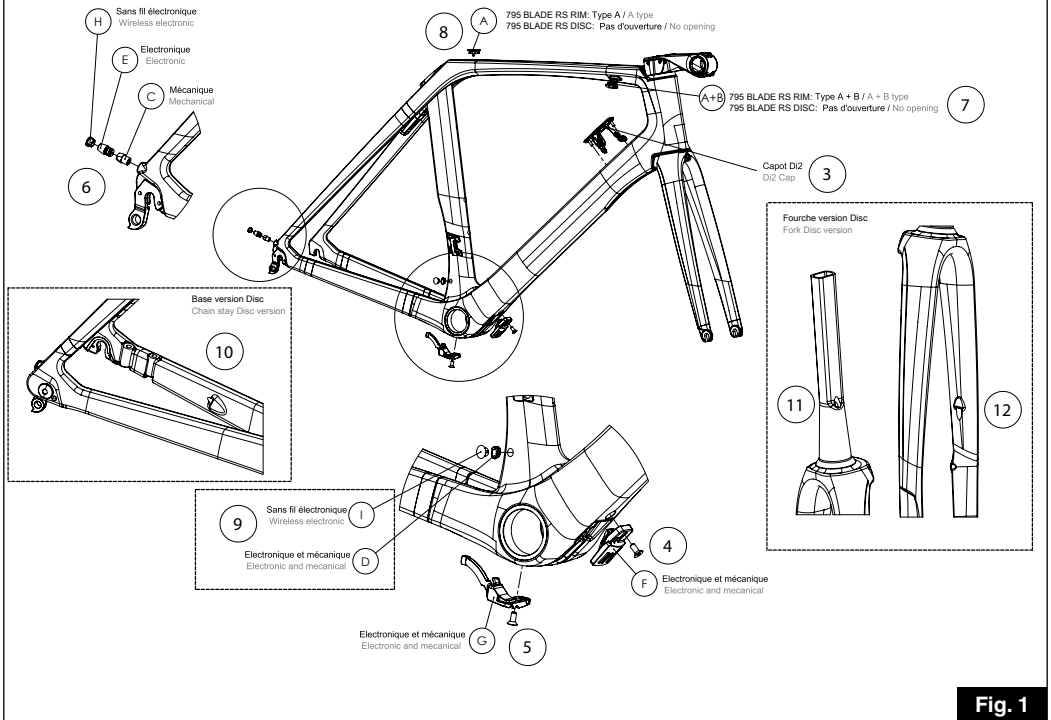

Fig. 1
2 / Tome dos vainas de desviador de 110 cm de longitud, pase una por la entrada 2 (fig. 2) y la otra, por la entrada 1 (fig. 2). Saque las vainas por la abertura 4 (fig. 1), sitúe en el extremo de cada vaina en el lado de la caja de pedalier una contera de vaina.
3 / Tome dos vainas de desviador de 110 cm de longitud. Pase la vaina de desviador delantero por la entrada 2 (Fig. 2) y la vaina de desviador trasera por la entrada 1 (Fig. 2). Pase las vainas por la placa de soporte en función de su configuración (Fig. 3-4-5-6). Saque las vainas por la abertura 4 (Fig. 1). Pase las dos vainas de espuma (tubo largo de espuma) por encima de las vainas de desviador por la salida 4, a unos 7 cm de su extremo inferior y ponga cinta adhesiva.
7 / Si enruta su bicicleta en versión hidráulica, pase el latiguillo de freno delantero por la abertura 2 (Fig.2) y después por la entrada 11 (Fig.1) y finalmente, sáquele al nivel de la patilla 12 (Fig.1). Si el estribo de freno está previamente enrutado con su latiguillo, páselo por el orificio al nivel de la patilla 12 (Fig.1) y sáquele por la abertura del pivote de la horquilla 11 (Fig.1). Después, páselo por la entrada 2 (Fig.2). Importante: antes de las etapas siguientes, deberá montar el manillar ADH2 (aconsejado) u otro manillar de 31,8 mm de diámetro y la potencia AERO DESIGN STEM (ADS). Vea las instrucciones pertinentes.
8 / Introduzca el cable de desviador trasero por la palanca y sáquele por la salida 6 (fig. 1) coloque el en cable el tapón (C) y el recubrimiento.
9 / Recorte el recubrimiento de la salida 9 (fig. 1) a unos 5 cm.
10 / Introduzca el cable de desviador delantero por la palanca y sáquele por la salida 9 (fig. 1) después, instale el paso de recubrimiento / paso de cable con salida en ángulo (D).
7 / Si enruta su bicicleta en versión hidráulica, pase el latiguillo de freno delantero por la abertura 2 (Fig.2) y después por la entrada 11 (Fig.1) y finalmente,
sáquelo al nivel de la patilla 12 (Fig.1). Si el estribo de freno está previamente enrutado con su latiguillo, páselo por el orificio al nivel de la patilla 12 (Fig.1) y sáquelo por la abertura del pivote de la horquilla 11 (Fig.1). Después, páselo por la entrada 2 (Fig.2).
8 / Sitúe el paso de cable eléctrico (E) en la entrada 6 (Fig.1).
9 / Sitúe el cable eléctrico del desviador delantero y sáquelo por la salida 9 (Fig.1). Después, instale el paso de recubrimiento / cable eléctrico, salida en ángulo (D).